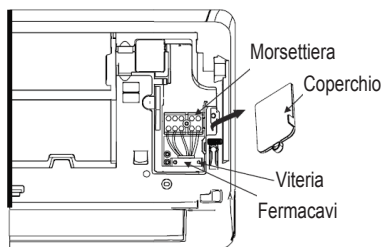

fig. 15 -
1. Aprire il pannello frontale dell'unità ("fig. 15 -")